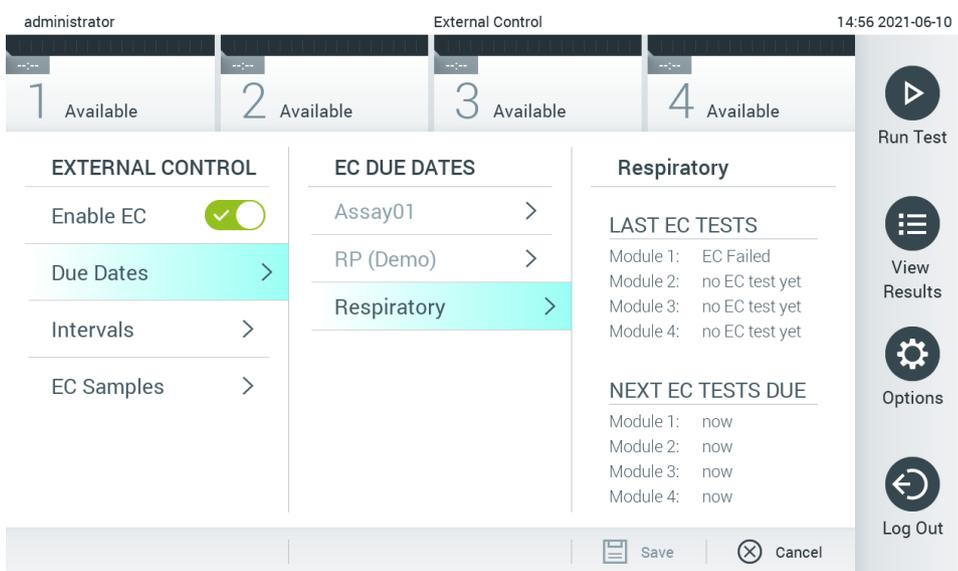

Figure 51. L'écran External Control Due Dates (Dates d'échéance du témoin externe).
3. Sélectionnez **Due Dates** (Dates d'échéance) puis un dosage dans la liste pour voir quand le dernier test de témoin externe a été effectué par dosage et module analytique et quand le prochain test de témoin externe est dû (figure 51).